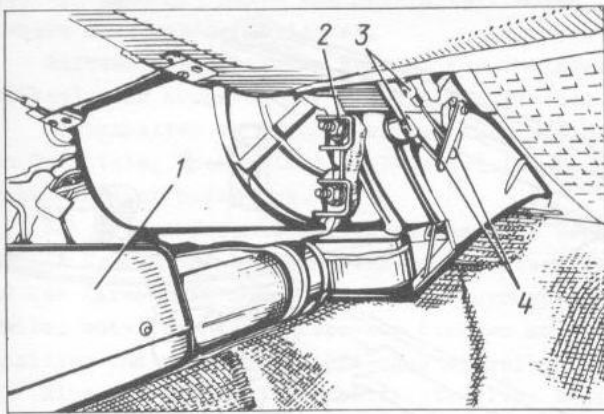

Bild 8-52. Ansicht des Luftverteilers und der Heizung vom Innenraum aus:
- von Luftverteiler 1 (Bild 8-52) die Heizung
- Befestigungsklammern 3 (siehe Bild 8-52)